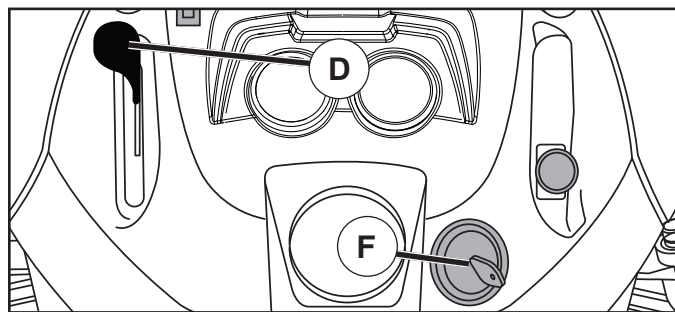

Fig. 8
PARA USAR EL CONTROL DE LA ACELERACIÓN (D) (Vea Fig. 8)